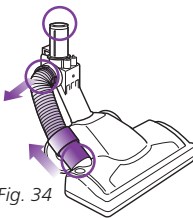

Fig. 34
- Saque la manguera de la parte de arriba del cepillo eléctrico presionando las pestañas entre sí y tirando hacia fuera y en la parte de abajo, sacando el conector. Inspeccione el interior de los 3 agujeros. (Fig. 34)